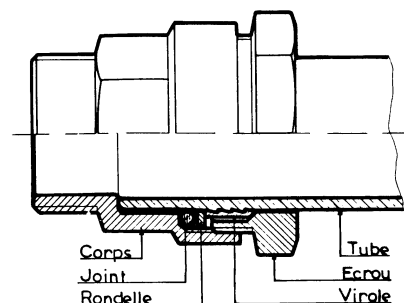

fig. 8
- s'assurer que la pression de service (PS) du tube est compatible avec la pression maximum d'utilisation de la pompe. La mise en place avec tuyaux en polyéthylène se fait à l'aide de raccords spéciaux pour tubes plastique (fig.8).